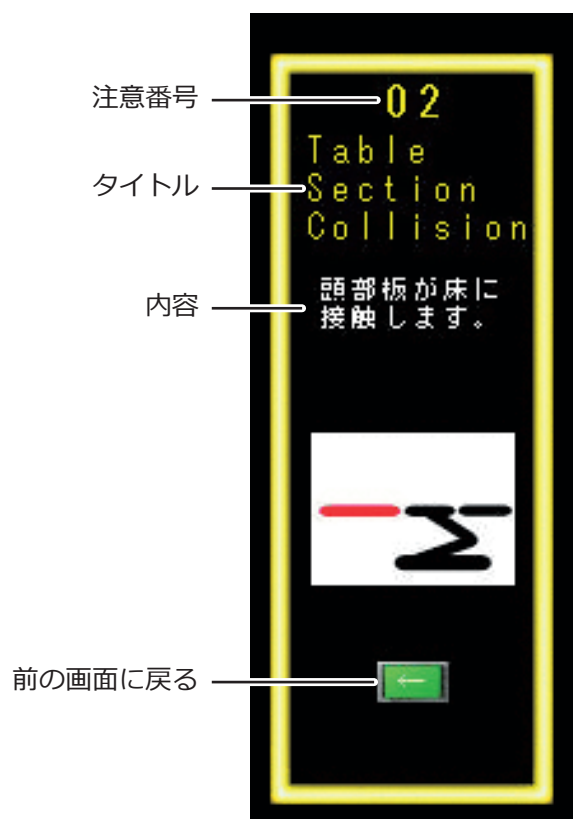
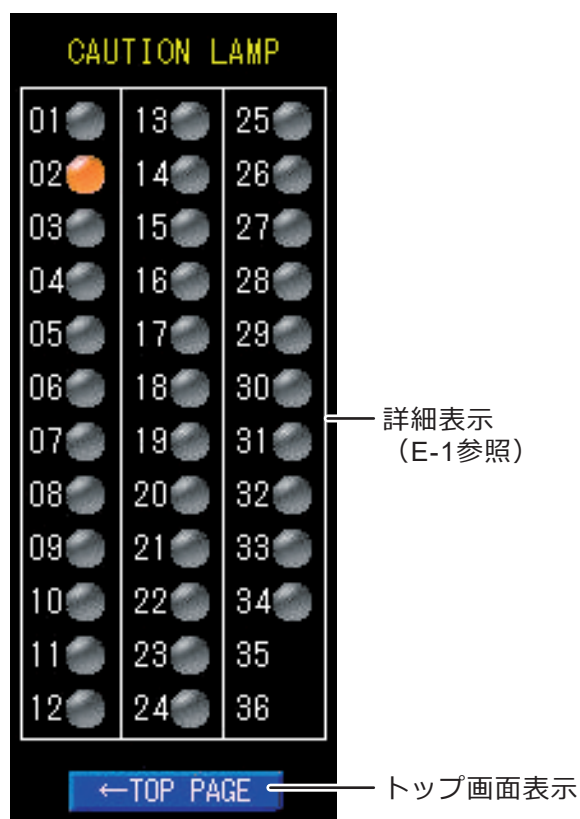

図 E-1
図 E-2
- 破損防止のため、手術台は操作中に自動的に停止し、タッチパネルに図 E-1 のような注意・警告画面を表示することがあります。操作停止からの具体的な復帰手順は、P.80 を確認してください。
- 注意・警告がある場合に図 A の CAUTION をタップすると、図 E-2 が表示されます。ランプが点灯している注意番号をタップすると、図 E-1 の注意・警告画面が表示されます。